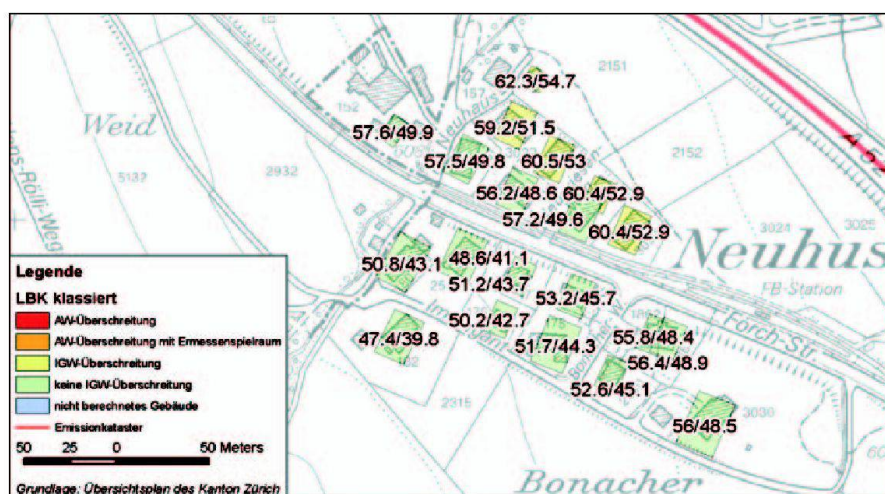

Abb. 2: Ausschnitt aus dem kantonsumfassenden Lärmbelastungskataster: Hier mit modellierten Gebäudegrundrissen.
- Modellierung von Gebäudegrundrissen aufgrund der Punktdaten des kantonalen Gebäudekatasters, dort wo AV93-Daten fehlen (vgl. Abb. 2).
- Konfiguration des Lärm-Berechnungsmodells CADNA und Berechnen eines Belastungskatasters für rund 100 000 Gebäude (vgl. Abb. 2).